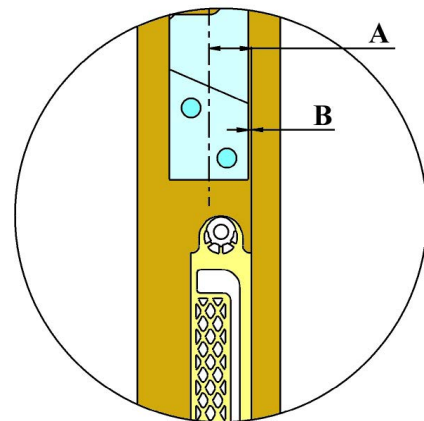

Fig. 6 Quote di posizionamento del pistone
- Fissare il pistone all'anta utilizzando le viti a testa svasata 3,5x40 mm, avendo cura di rispettare la misura A raffigurata in Fig. 6. La misura A rappresenta la distanza fra il centro dell'anta ed il bordo del pistone e vale: